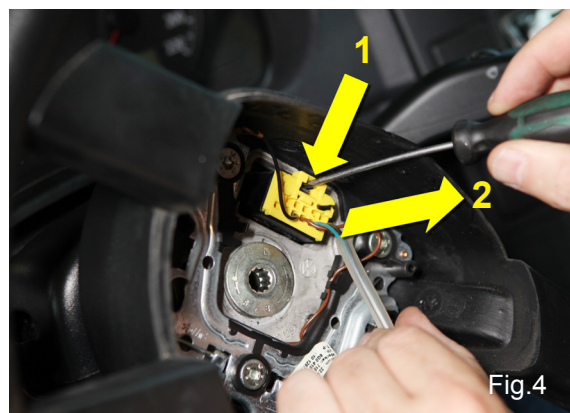

Fig.4
7. Sbloccare il fermo spina del cilindro di contatto (1 - Fig. 4) e scollegare la spina (2 - Fig. 4).